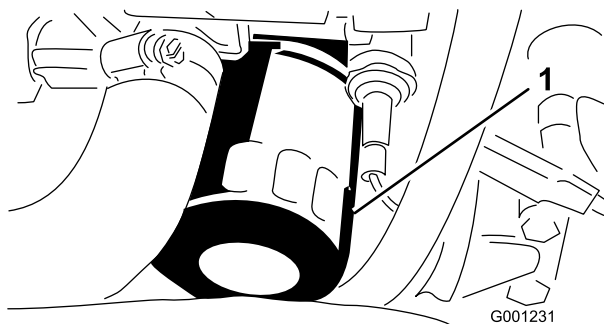

Bild 50
- Entfernen und wechseln Sie den Ölfilter aus (Bild 50).